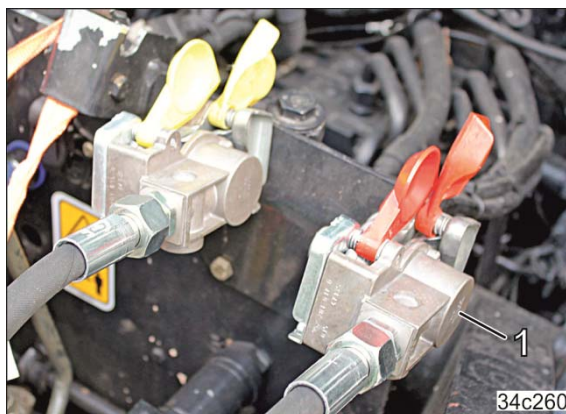

Fig. 126
9. Befestigen Sie den Kupplungskopf der Vorratsleitung (rot) (Fig. 126/1) vorschriftsmäßig in der rot markierten Kupplung am Traktor.